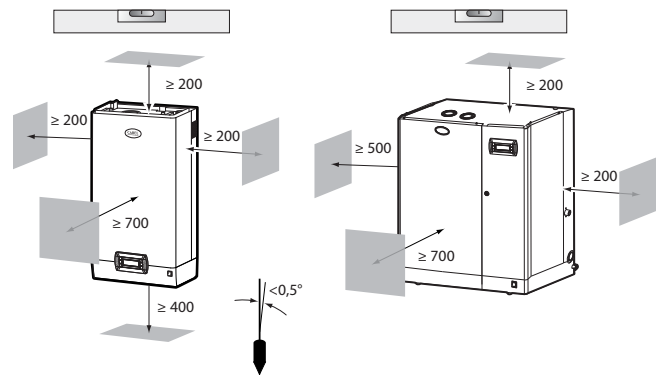

Рис. 1.б
- проверьте, что увлажнитель располагается строго вертикально. Между стеной помещения и задней стенкой увлажнителя необходимо оставить небольшие зазоры для удобства проведения работ по обслуживанию (см. Рис. 1.б).
Установите увлажнитель на стену помещения при помощи штатного крепежного кронштейна и комплекта винтов (см. Рис. 1.д, все размеры в мм).